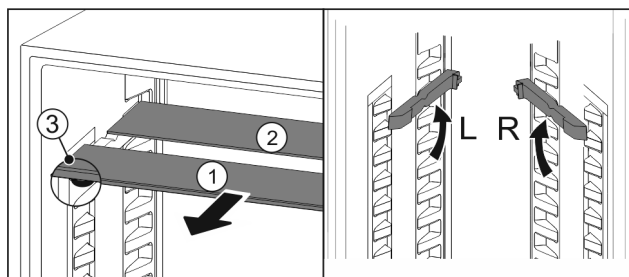

Fig. 19
- Sortir les tablettes par l'avant Fig. 19 (1).
- ▷ La tablette en verre Fig. 19 (1) avec bordure décorative est située à l'avant.
- ▷ Les butées Fig. 19 (3) sont orientées vers le bas.